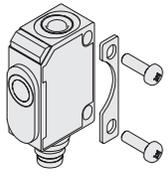

Bild 1: Befestigung mit Montage-Lasche
- Sensor am Einbauort unter Zuhilfenahme der beiliegenden Montage-Lasche befestigen, vgl. Bild 1. Maximales Anzugsmoment der Befestigungsschrauben: 0,5 Nm.